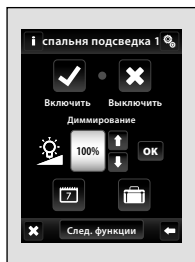
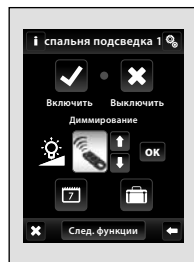
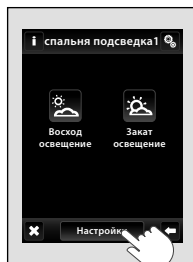

рис. 151
рис. 152
рис. 153
- **Диммирование** - Коротким касанием на стрелки **↑** / **↓** проведите настройку яркости (рис. 151). Нажатием на **OK** подтвердите выбор функции. В случае, что ярлык – отобразится сразу, яркость освещения была настроена другим передатчиком - брелком, беспроводным выключателем (рис. 152).
В мультифункциональном элементе есть кнопка **След. функции** (рис. 151), ее нажатие отобразит выбор функций диммирования (рис. 153)*.